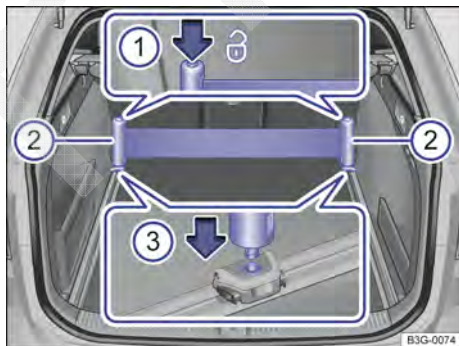

Fig. 253 No compartimento de bagagem: instalar e remover a cinta tensora.
- Segurar o suporte da cinta tensora → Fig. 253 ② com as duas mãos e pressionar os dois botões da cinta tensora → Fig. 253 ① e mantê-los pressionados.
- Colocar os suportes da cinta tensora, um após o outro, no entalhe do respectivo olhal de amarração móvel → Fig. 253 ③ (seta menor) e deixar que travem.
- Soltar os botões da cinta tensora → Fig. 253 ①.
- Pressionar os botões da cinta tensora → Fig. 253 ① para tensionar a cinta.
→ Fig. 253 ② um após o outro.
- Pressionar o respectivo botão da cinta tensora → Fig. 253 ① e mantê-lo pressionado.
- Puxar o suporte → Fig. 253 ② para cima, para fora do olhal de amarração móvel.
- Juntar os dois suportes da cinta tensora → Fig. 253 ② lentamente. A cinta tensora enrolar-se automaticamente.